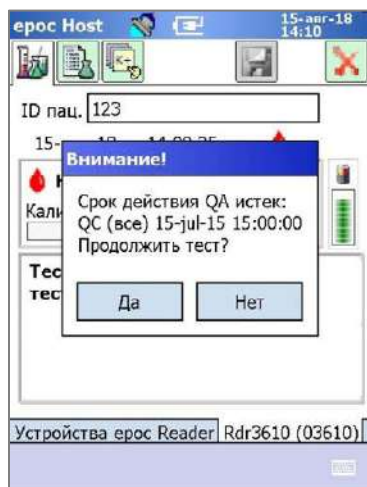

Рис. 55.
- Кроме того, после установки тест-карты в устройство ерос Reader будет появляться всплывающее сообщение с запросом на подтверждение дальнейшего выполнения анализа пользователем (рис. 55).